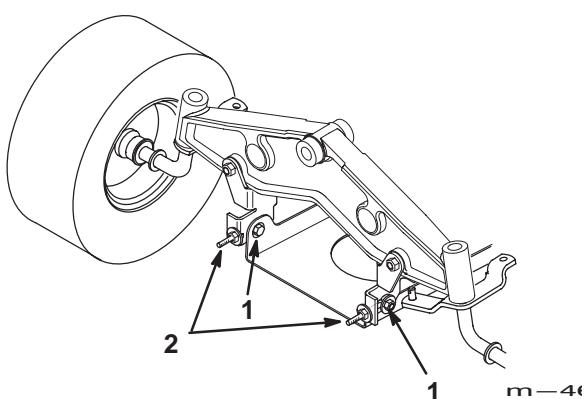

Bild 51
7. Lockern Sie zum Einstellen der Schnittmesserneigung in Längsrichtung die Befestigungsschrauben der vorderen Schwenkplatten ein wenig (Bild 51).
8. Drehen Sie zum Verändern der Einstellung die Sicherungsmuttern an den Augenbolzen (Bild 51). Ziehen Sie zum Anheben der Schneidwerkvorderseite die Sicherungsmuttern der Augenbolzen fest. Lockern Sie sie zum Absenken des Schneidwerks.
- 10.** Ziehen Sie, wenn die Schnittmesserneigung in Längsrichtung korrekt ist, die Befestigungsschrauben der Schwenkplatten fest (Bild 51).